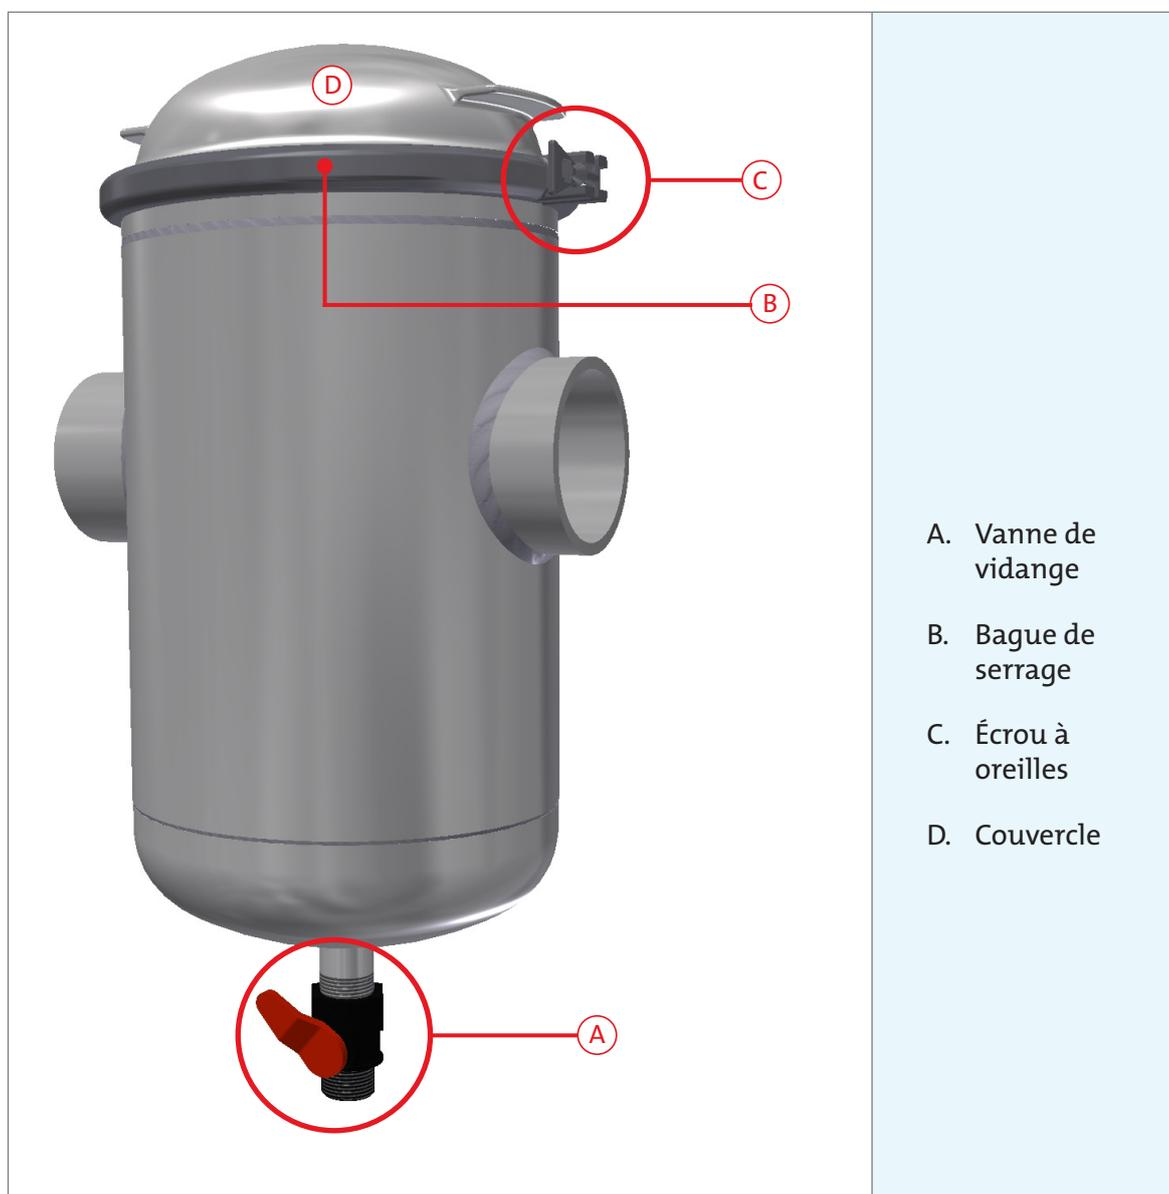

Figure 7.5 Filtre d'eau de rinçage Hydrotech.
1. Tournez l'interrupteur principal sur le mode OFF (0) et verrouillez-le à l'aide d'un cadenas.
2. Vidangez le filtre d'eau de rinçage en ouvrant la vanne de vidange (A) (voir la Figure 7.5).
3. Desserrez l'écrou à oreilles (C) et retirez la bague de serrage (B).
4. Retirez le couvercle du filtre d'eau de rinçage (D).